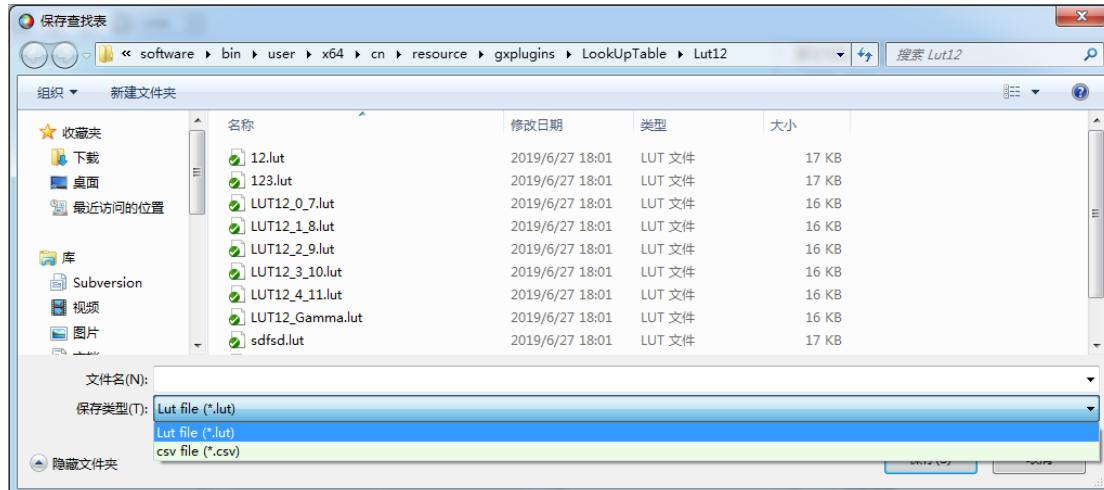

图 9-6 Lut 保存到文件
- 选择 Lut 保存到文件中时，可以将当前的 Lut 查找表数据保存到本次文件中，保存的文件包含两种格式 lut 和 csv，如图 9-6 所示。